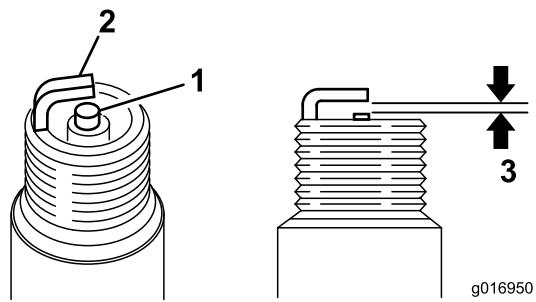

Bild 36
3. Stellen Sie den Abstand auf 0,6 mm bis 0,7 mm ein (Bild 36). Setzen Sie die Zündkerze mit korrektem Abstand ein und ziehen Sie sie auf 23 N·m an.